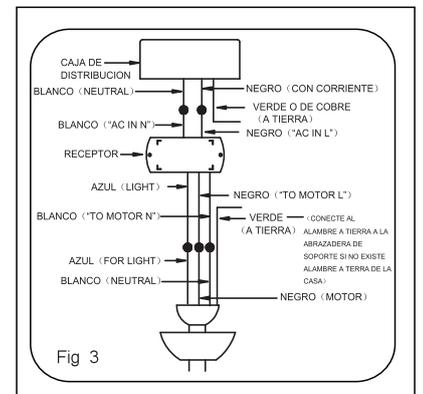

Fig 3
**Paso 2.** Motor a Receptor de conexiones: Conecte el cable BLANCO desde el ventilador al cable BLANCO marcado "AL MOTOR N" en el receptor. Conecte el cable NEGRO del ventilador al cable NEGRO marcado "AL MOTOR L" en el receptor. Conecte el cable AZUL del ventilador al alambre AZUL marcado "PARA LA LUZ" en el receptor. (Fig. 3)
**Paso 3.** Receptor a la Caja de Distribución: Conecte el cable BLANCO (Neutral) de la caja de salida al cable BLANCO marcado "ENTRADA N" del receptor. Conecte el cable NEGRO (vivo) de la caja de distribución al cable NEGRO marcado "ENTRADA L" del receptor. Asegure todas las conexiones con los conectores de plástico proveídos. (Fig. 3)